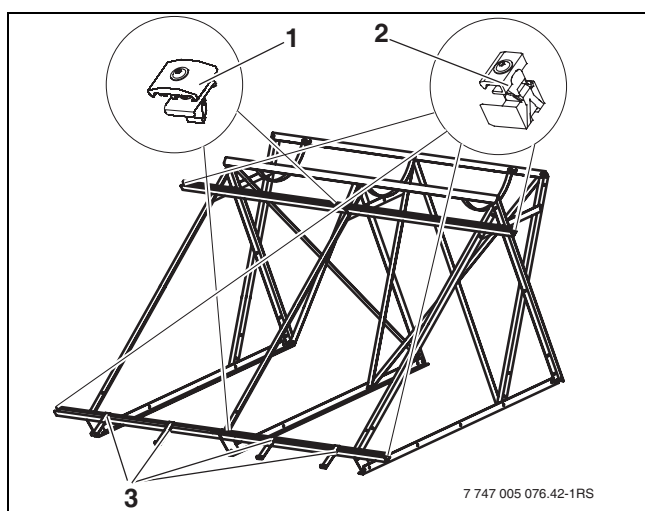

Fig. 57 Elementos de fijación para el captador
La fijación de los captadores sobre los perfiles se realiza mediante la sujeción del captador sencilla (Fig. 57, (2)) al principio y al final de una serie de captadores y la sujeción doble (1) entre los captadores.
Además, las protecciones antideslizantes (3) (Fig. 57, (3)) evitan el deslizamiento del captador.